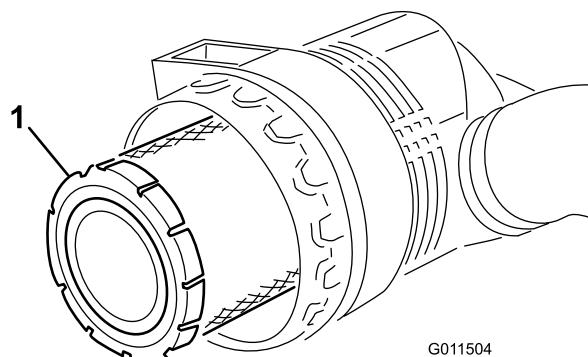

Figura 51
- Prima di rimuovere il filtro (Figura 51) utilizzate aria compressa a bassa pressione (276 kPa [40 psi], pulita e asciutta) per agevolare la rimozione di grossi detriti depositati tra il filtro primario esterno e il barattolo. Evitate di usare aria ad alta pressione, che potrebbe forzare la morchia attraverso il filtro e nella zona di aspirazione. Questa operazione di pulizia impedisce che la rimozione del filtro primario causi lo spostamento dei detriti nella zona di aspirazione.